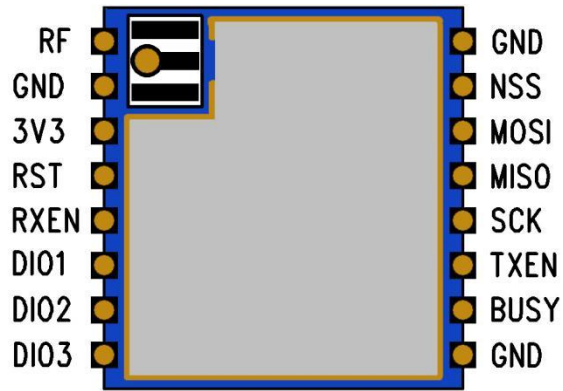

图 4. RC68A 引脚定义图 (Top View)
- 2、允许回流焊次数：2次，基于以下回流焊(条件)(见图4)；
- 3、温度曲线：回流焊应按照下列温度曲线(见图4)；